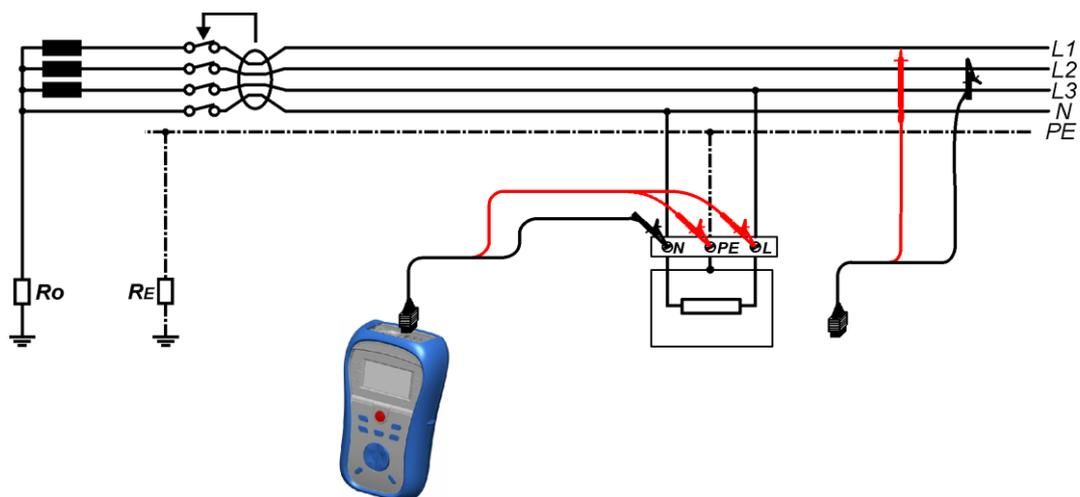

Bild 5.11: Anschluss des Universal-Prüfkabels
- ❑ **Schließen** Sie die Prüflitungen am Prüfling an (siehe *Bild 5.11*).